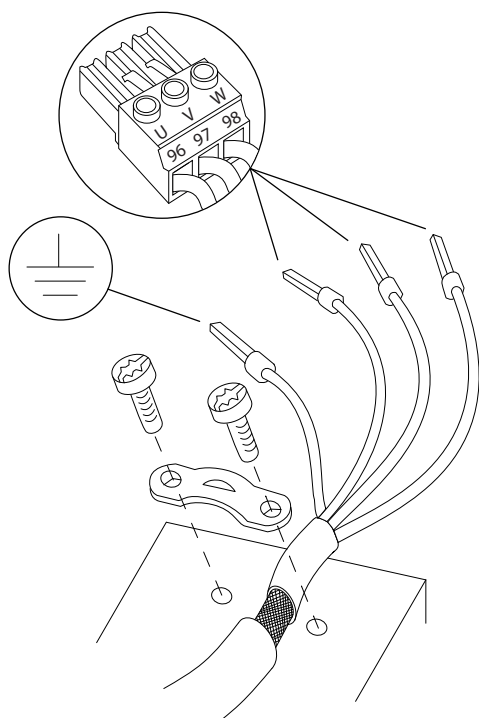

Bild 4.6 Motoranslutning
3. Anslut jordningsledningen till närmaste jordningsplint, i enlighet med jordningsinstruktionerna i *kapitel 4.3 Jordning*, se *Bild 4.6*.
4. Anslut trefasmotorkablarna till plint 96 (U), 97 (V) och 98 (W), se *Bild 4.6*.